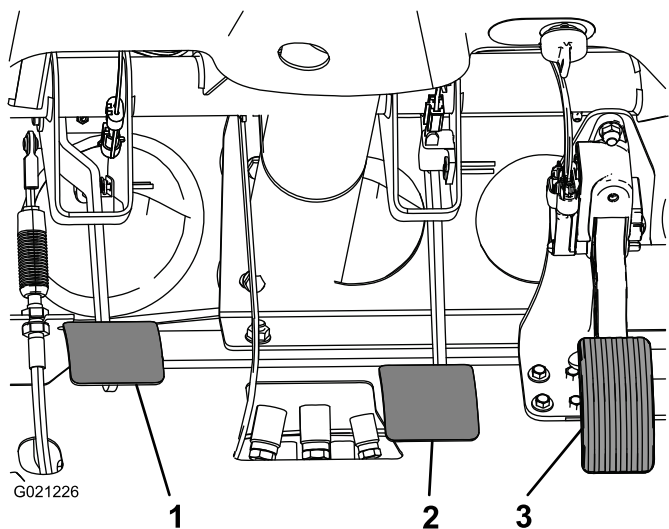

Figura 63
2. Tire hacia arriba del pedal de freno (Figura 63) hasta que entre en contacto con el bastidor.
3. Afloje las contratueras que fijan la horquilla al eje del cilindro maestro (Figura 63).